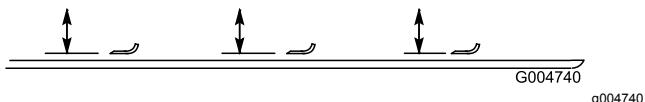

Bild 111
2. Drehen Sie die Messer, bis die Enden nach vorne und hinten zeigen und messen Sie von der Innenseite des Mähwerks bis zur Schnittkante an der Vorderseite des Messers (Bild 111).